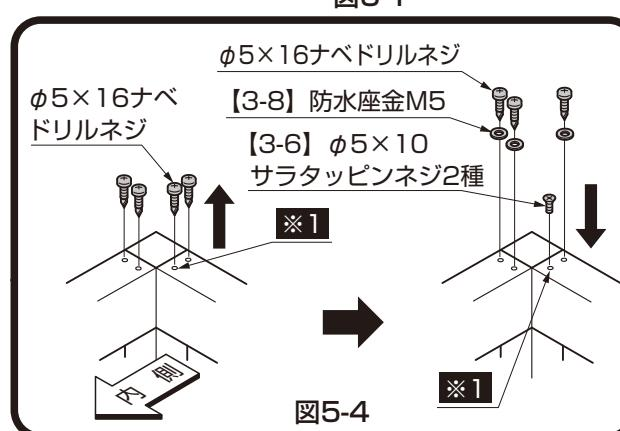
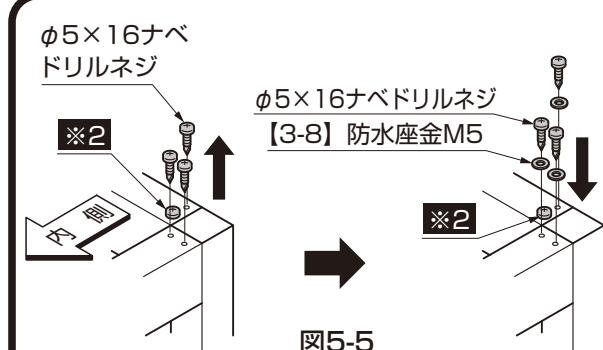

図5-4
図5-5
②フレーム固定ネジ「 $\phi 5 \times 16$ ナベドリルネジ」を取り外して※1には【3-6】で固定してください。それ以外の「 $\phi 5 \times 16$ ナベドリルネジ」には【3-8】を取付けて再度フレームに固定してください。※2のネジは外さないでください。(図5-4、図5-5参照)